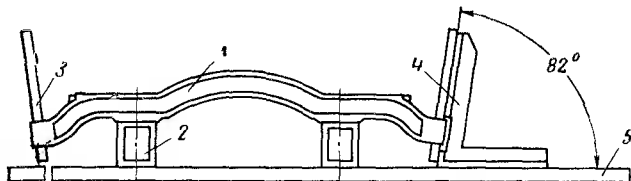

Рис. 114. Приспособление для проверки балки передней оси:
**Ремонт деталей передней подвески.** Погнутость балки проверяют в приспособлении, изображенном на рис. 114. Балку следует править в холодном состоянии под прессом. Стрела прогиба балки в горизонтальной плоскости на длине между серединами площадок рессор допускается не более  $\pm 3$  мм. В табл. 24 приведены материалы основных деталей передней подвески.